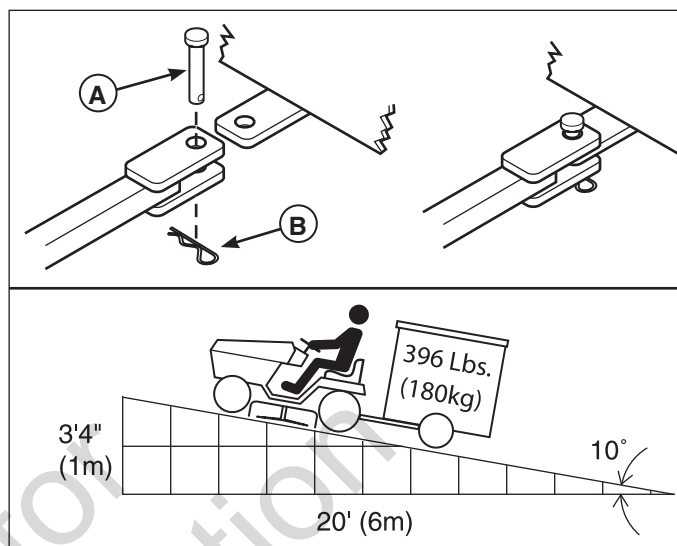

Figura 9
La fuerza de tracción horizontal máxima permitida es de 444 Newton. La fuerza de tracción vertical máxima permitida es de 222 Newton. Esto equivale a un remolque de 396 lbs (180 kg) sobre una pendiente de 10 grados. Enganche el remolque con una clavija del tamaño adecuado (A, Figura 9) y una pinza (B).